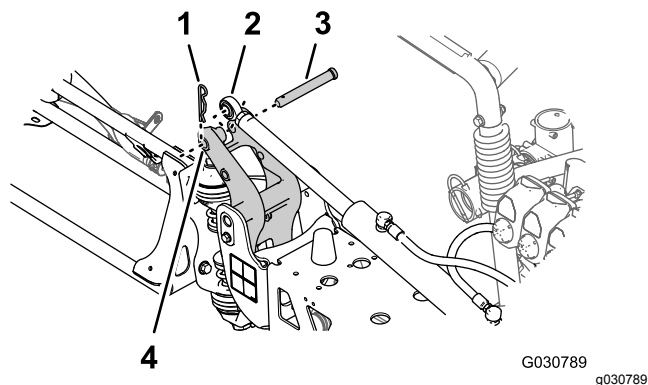

Figura 123
6. Allineate l'estremità dell'asta del cilindro di sollevamento con il foro da 25 mm nella protuberanza del raccordo orientabile (Figura 123)
7. Fissate il cilindro di sollevamento al raccordo orientabile con il perno con testa e la coppiglia (Figura 123) rimossi al passaggio 2 della sezione Rimozione dei cilindri di sollevamento (pagina 24).